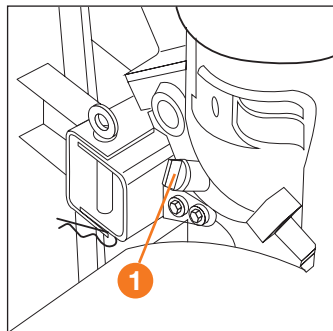

Рис. 11
**ПРОВЕРКА И ЗАПОЛНЕНИЕ РЕДУКТОРА ТРАНСМИССИОННЫМ МАСЛОМ (РИС.11)****ВНИМАНИЕ!**